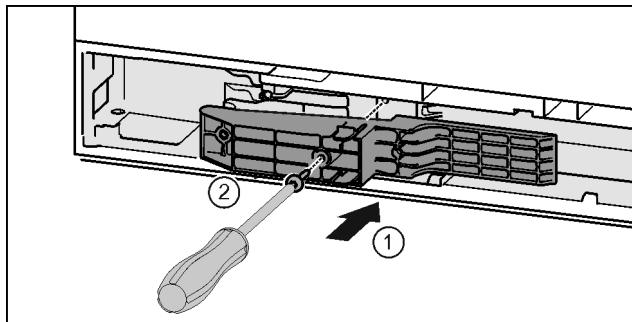

Fig. 43 \*
- ▶ Adapterstück auf der Griffseite in die Aussparung einsetzen. Fig. 43 (1)\*
- ▶ Schrauben mit Schraubendreher T15 festschrauben. Fig. 43 (2)\*